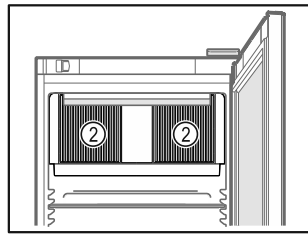

Fig. 74
- ❑ Не закрывайте вентиляционную щель Fig. 74 (2) вентилятора циркуляционного воздуха во внутренней камере.